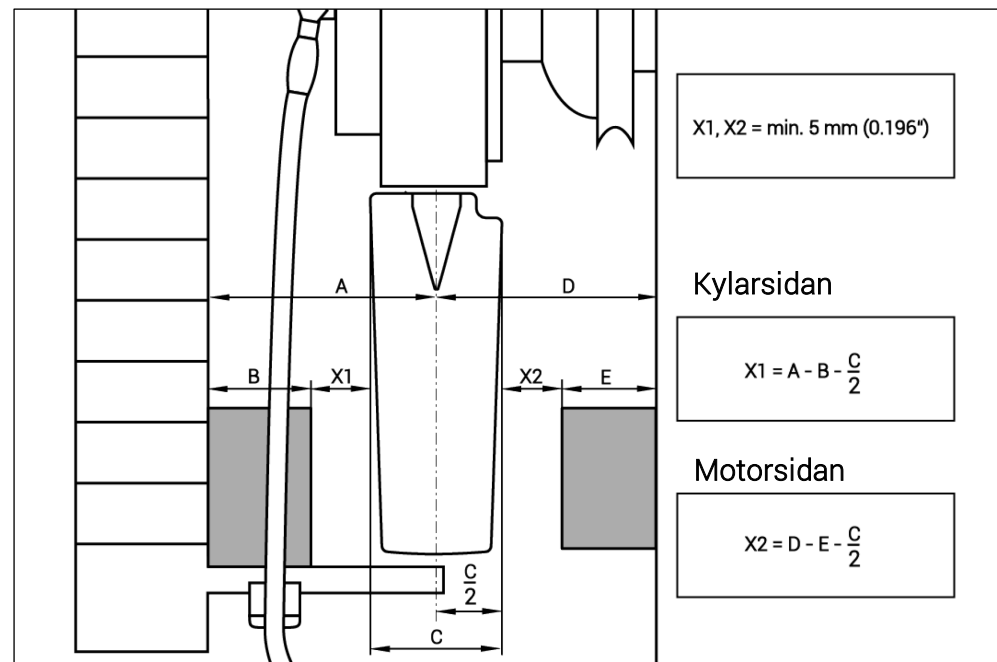

Bild 38
33) Mät om några objekt är i vägen (se Bild 38).